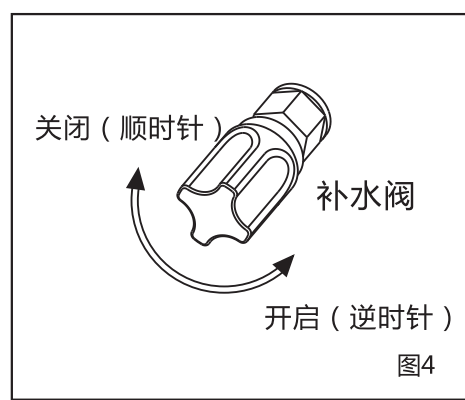

图4
- 关闭生活热水出水阀门，打开冷水阀门和补水阀（参见图4）。